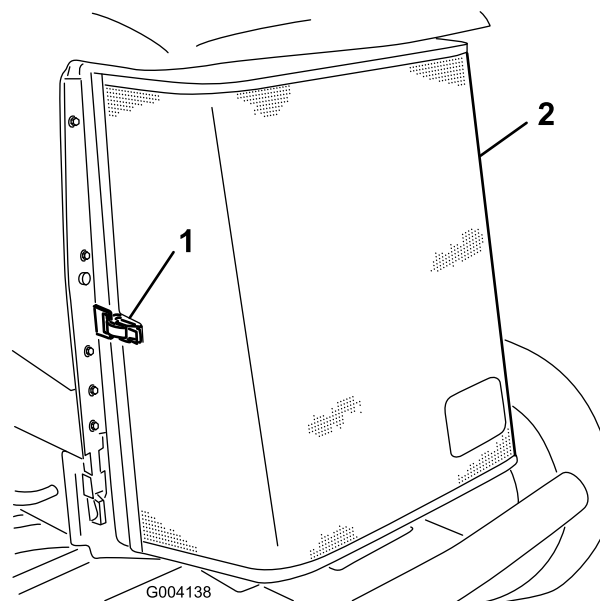

Figure 136
3. Déverrouillez l'attache et ouvrez la grille arrière (Figure 136).